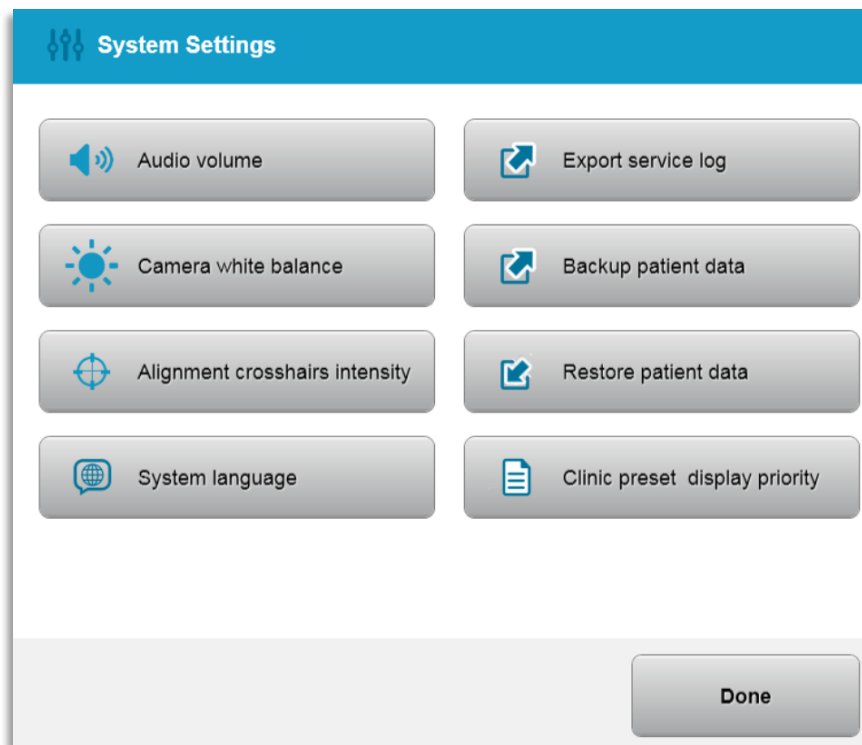

Figura 3-52. Meniul Setări sistem
- Selectați „Setări sistem” (System settings) din meniul de „Opțiuni” (Options), pentru a accesa setările sistemului, ca în Figura 3-52.